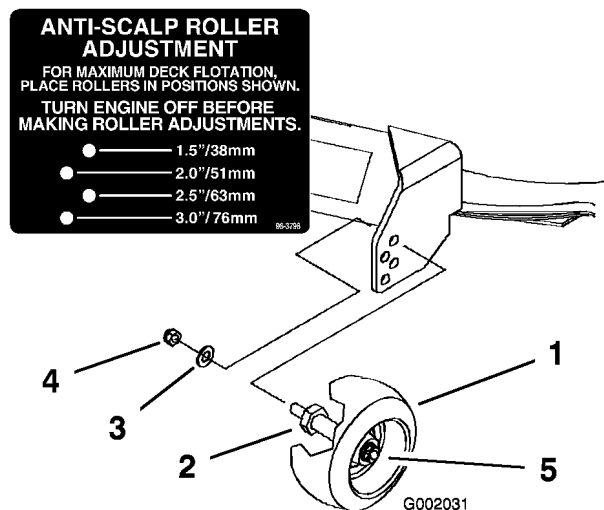

Figure 20
- Lorsque la hauteur de coupe est réglée, enlevez l'écrou et la rondelle tout en maintenant le goujon avec une clé (Figure 20).
Remarque: N'enlevez pas l'écrou et la rondelle de la roue (Figure 20).
- Choisissez le trou qui convient pour que le galet extérieur se trouve le plus près possible de la hauteur de coupe correspondante voulue (Figure 20).
- Remettez l'écrou et la rondelle sur le goujon (Figure 20).